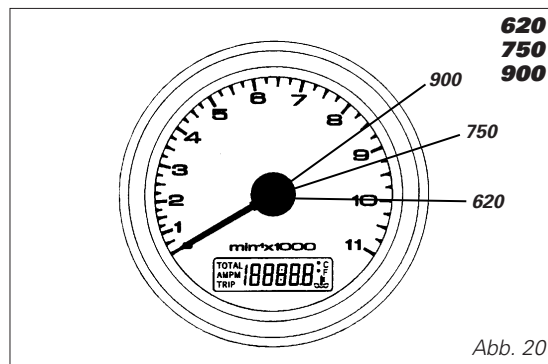

Abb. 20
die $5500 \div 6000 \text{ min}^{-1}$ (Abb. 20).
Nun kann man dem Motor bereits höhere Leistungen abverlangen, folgende Werte dürfen jedoch noch nicht überschritten werden: die 7000 min^{-1} (Abb. 20).
10.000 min⁻¹ (620) (Abb. 20),
9.250 min⁻¹ (750) (Abb. 20),
8.500 min⁻¹ (900) (Abb. 20).